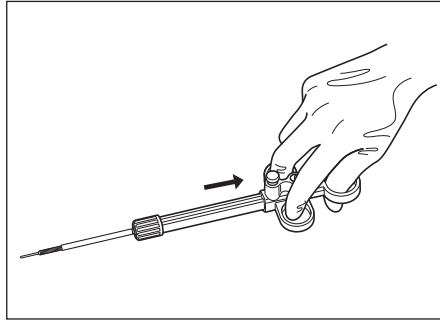

図 3.17
2. スライダを手前に引くと、操作ワイヤがシース内に引き込まれ、工業用処置具の異物回収部が閉じて異物を把持します。(図 3.17 参照)